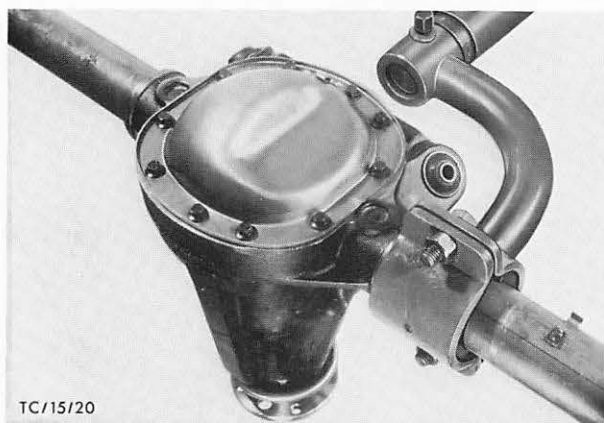

Abb. 50 Hinterachse in Aufspannvorrichtung G3-4200 an Montageständer
1. Bremsrohrleitung abmontieren. Aufspannvorrichtung G3-4200/P-4138 am Hinterachsrohr befestigen und Hinterachse in den Montageständer spannen. Abb. 50. Deckel mit Dichtung vom Hinterachsgehäuse entfernen (10 Schrauben) und Öl ablassen.